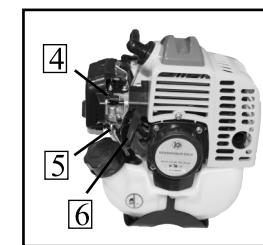

рис. 6
а) Переведите выключатель зажигания 1 (рис.6) в положение “СТАРТ”;
б) 5-7 раз нажмите на кнопку насоса ручной подкачки топлива 5 (рис.6). Если топливо не заполнило колпачок, надавите на кнопку насоса ещё несколько раз;
в) Переведите рычаг воздушной заслонки 4 (рис.6) вверх в положение “Полностью закрыта”;
г) Несколько раз (обычно 2-3) сначала плавно (выбирая свободный ход шнюра стартера), а затем энергично потяните шнур стартера за рукоятку 6 (рис.6) до тех пор, пока не убедитесь, что двигатель запустился;
е) Переведите рычаг воздушной заслонки 4 (рис.6) вниз в положение “Полностью открыта”.
7.1.3 Запуск “горячего двигателя”. При запуске прогретого двигателя нет необходимости полностью закрывать воздушную заслонку. Перед запуском прогретого двигателя установите рычаг воздушной заслонки 4 (рис.6) в положение “Частично закрыта” - среднее положение между “Полностью закрыта” и “Полностью открыта”. Далее запускайте двигатель как указано в п.7.1.2 (г-е).
7.2.1 Отпустите рычаг управления дроссельной заслонкой 3 (рис.6).
7.2.2 Переведите выключатель зажигания 1 (рис.6) в положение “СТОП”